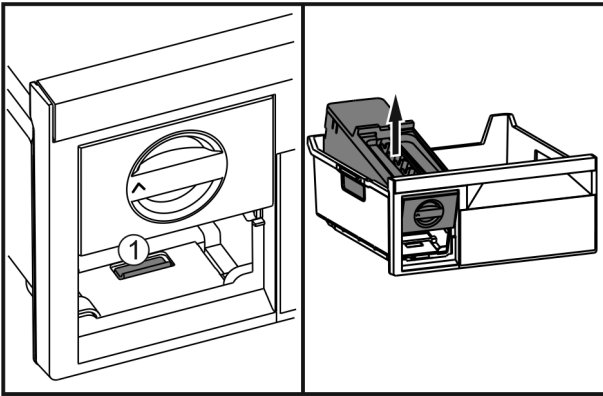

Fig. 46
- ▶ Натиснути на накладку Fig. 46 (1), EasyTwist-Ice підняти ззаду і витягнути з висувного ящика для заморожування.